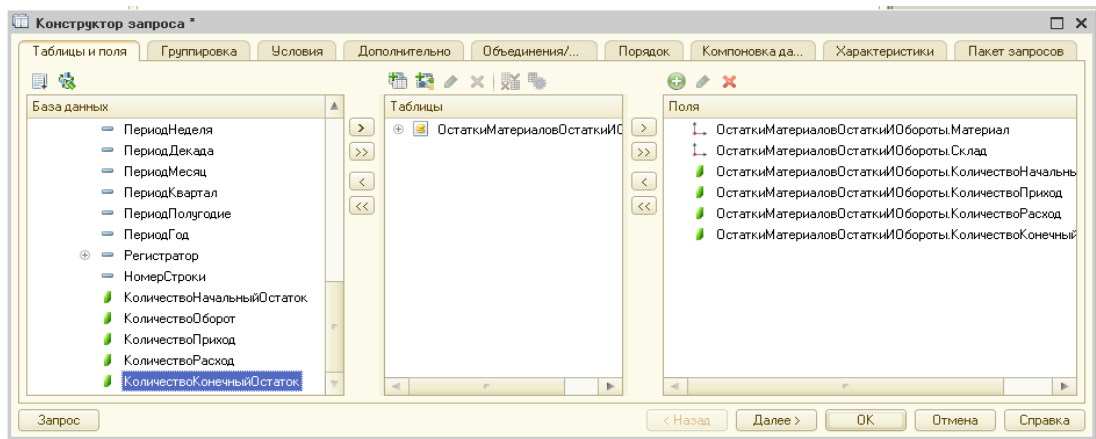

Рис. 1. Выбранные поля
9. В результате окно Поля должно быть заполнено следующим образом (рис.1).